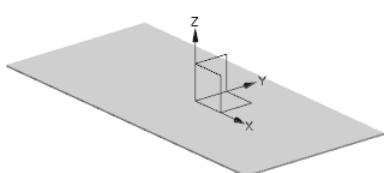

图 4.8.2 “突出块”特征 1
Step2. 创建图 4.8.2 所示的“突出块”特征 1。选择下拉菜单 **插入(S)** → **突出块(B)...** 命令，系统弹出“突出块”对话框；单击**草图**按钮，选取 XY 基准平面为草图平面，选中**设置**区域的**创建中间基准 CSYS**复选框，单击**确定**按钮，绘制图 4.8.3 所示的截面草图；选择下拉菜单 **任务(T)** → **完成草图(O)** 命令，退出草图环境；厚度方向采用系统默认的矢量方向，在**厚度**文本框中输入数值 0.2，即突出块钣金壁的厚度值为 0.2；在“突出块”对话框中单击**确定**按钮，完成特征的创建。